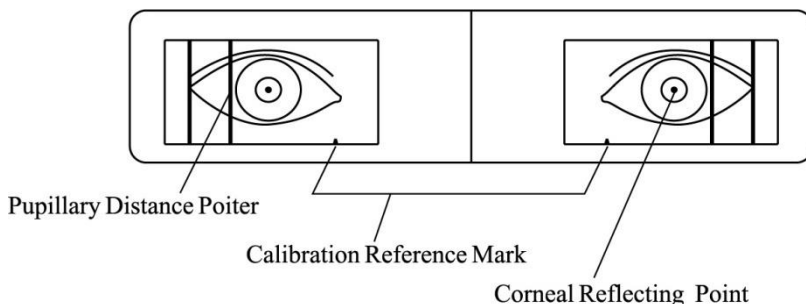
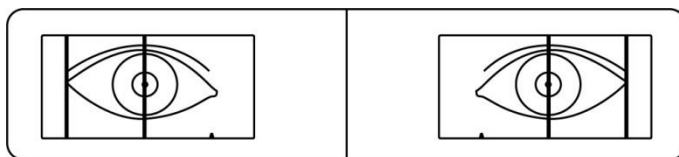

Fig. 7a (A visão que o testador observa através da janela de medição)
Fig.7b (Os ponteiros esquerdo e direito coincidem com os pontos brilhantes refletivos)
d. O testador observa o ponto de luz refletido na pupila do testado através da janela de medição. Deslize as teclas de medição das pupilas esquerda e direita, os ponteiros de distância pupilar esquerda e direita coincidirão com os pontos de luz refletidos das pupilas esquerda e direita do testado, respectivamente (como mostrado na Fig.7a e Fig.7b). Os dados mostrados na janela de exibição são a distância pupilar medida.